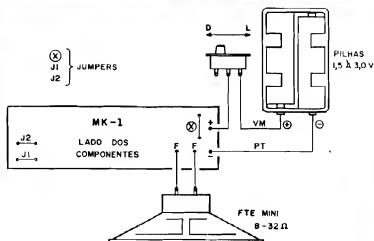

Fig. 4
- FIG. 4 - CONEXÕES EXTERNAS À PLACA (MK1) - Na sua configuração básica, as ligações externas à placa (e o "jumperamento"...), devem ser feitas de acordo com o diagrama (placa ainda vista pela face não cobreada...). Atenção à polaridade da